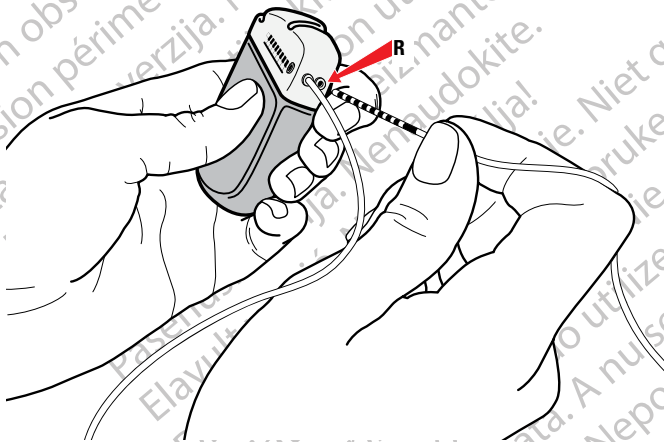

Рисунок 38. Подключение к порту R ИГИ
- б. Подключите удлинитель правого полушария к порту R (или D) (Рисунок 38).